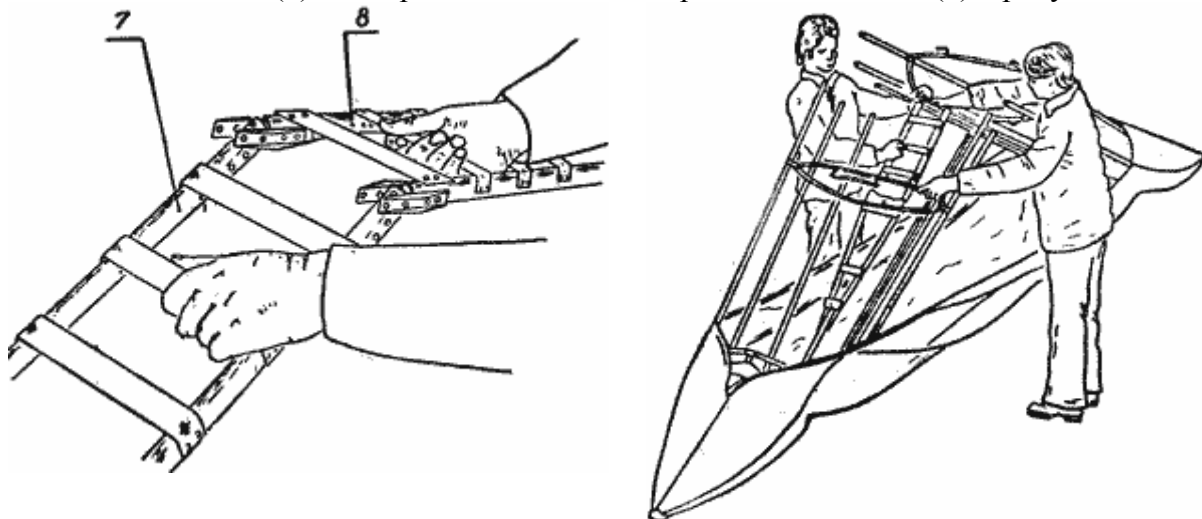

Рисунок 6. Стыковка центральной части кильсона и сборка каркаса в оболочке.
Приподнимите носовую и кормовую части каркаса и совместите шипы на конце носового кильсона (7) с отверстиями на конце кормового кильсона (8) – рисунок 6.